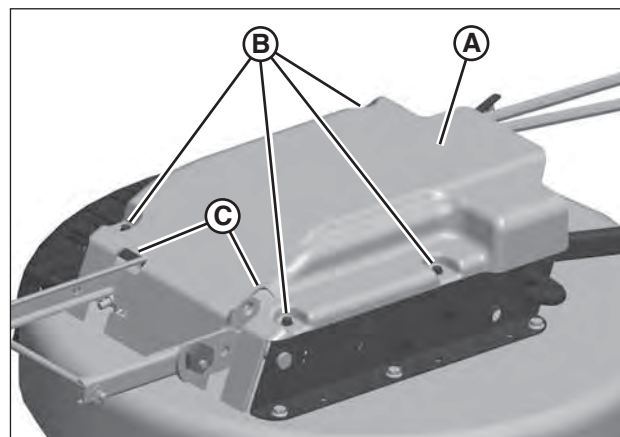

Figure 43: Dépose du couvercle de plateau de coupe (plateau de coupe retiré de la machine uniquement pour la clarté de l'illustration)
- Enlever les écrous (B, Figure 43) en fixant le couvercle de déchetage (A) au plateau de coupe. Retirer le couvercle.
- Lors du remontage du couvercle, s'assurer que les bras de levage et les câbles de commande passent à travers les fentes d'évacuation (C) du couvercle. Attacher le couvercle à l'aide des quatre attaches retirées lors de l'étape 2, en serrant bien.